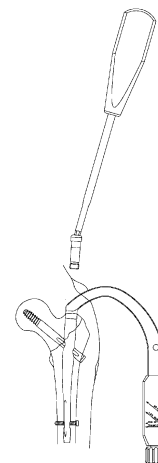

図 5
- 5) 各スクリューの挿入後、ストレートドライバーを用いて、ネイルからネイル接続ネジを取り外し、ターゲットデバイスを取り外します。（図 5）